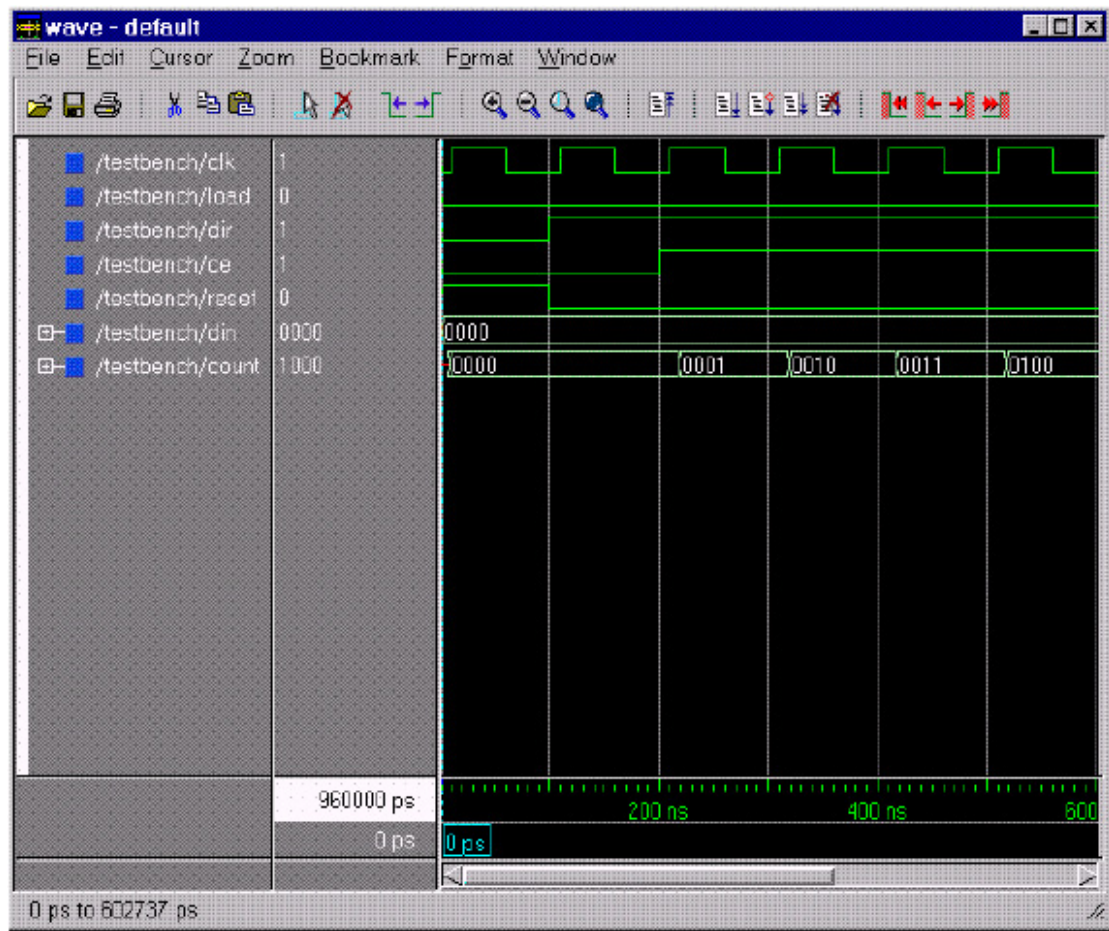

图 1-8 布局布线后的仿真波形
5. 拖动波形窗口下端的滚动条至波形窗口的最左端。仿真输出波形应该如图 1-8